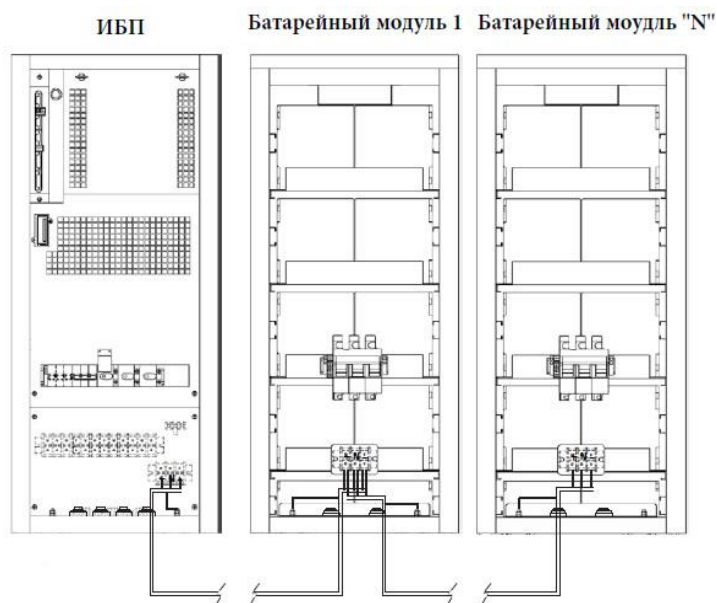

Рисунок 3.2 Подключение к ИБП нескольких батарейных модулей
3.4.2 При дополнительном резервировании с несколькими батарейными модулями, ИБП и модули соединяются параллельно (рис.3.2).